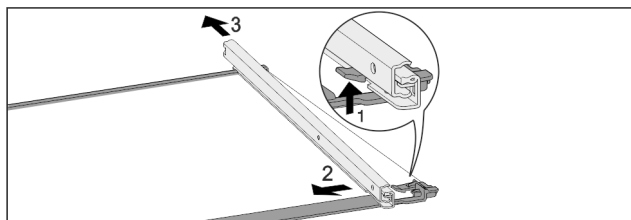

Fig. 124 Skleněná deska s kolejničkami
- Přední aretační háček zatlačte nahoru. Fig. 124 (1)
- Výsuvnou kolejničku vysuňte stranou Fig. 124 (2) a dozadu Fig. 124 (3).